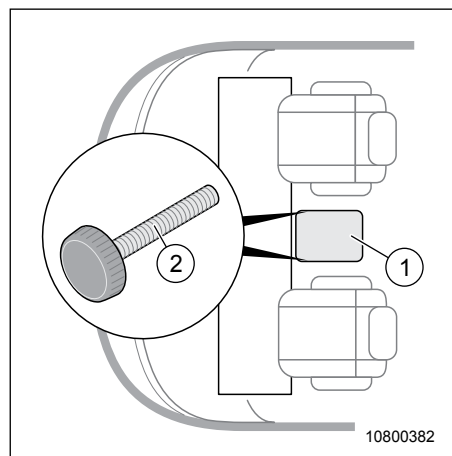

Fig. 175 Remplacer la batterie du véhicule
4. Ouvrir la trappe dans le plancher (Fig. 175, pos. 1) située entre le siège conducteur et passager.
5. Retirer la molette gauche et droite (Fig. 175, pos. 2).